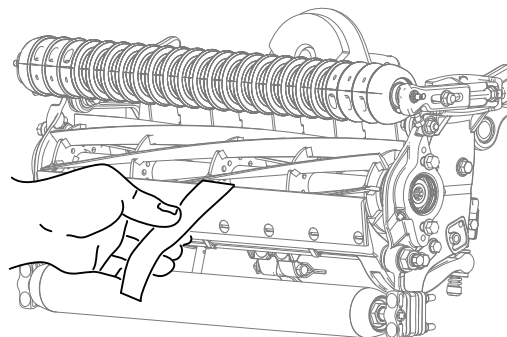

図 10
12. 切れ味確認用のトロ製試験ペーパーを一枚、リールと下刃の間に、下刃に対して直角になるように差し入れて、カuttingユニットの切れ味をテストする図10。**ゆっくり**とリールを回転させるこれで紙が切れれば合格である。